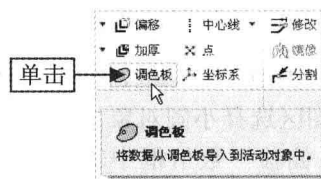

图 2-113 单击“调色板”按钮
Step 02 在“功能区”选项板的“草绘”选项卡中，单击“草绘”面板中的“调色板”按钮，如图 2-113 所示。